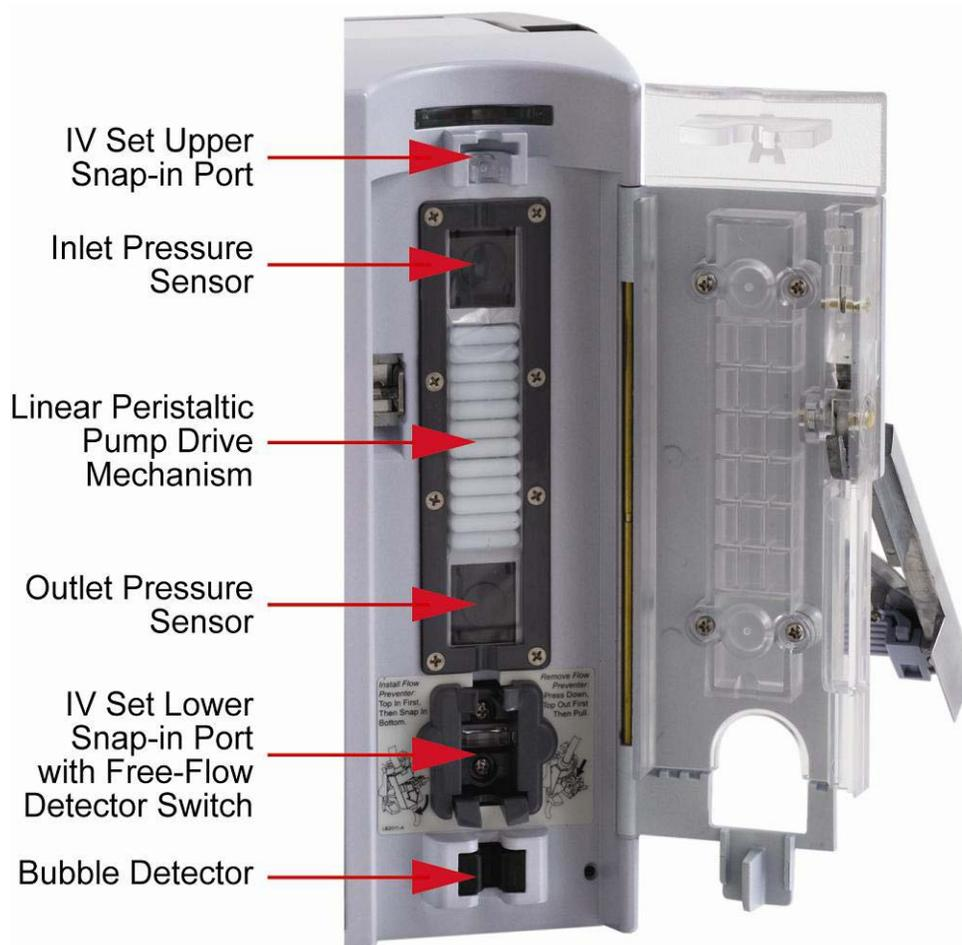

Figura 1-2. Porta del dispositivo di azionamento della pompa aperta
1.1.2 Meccanismo di azionamento della pompa. Vedere la Figura 1-2 per individuare la posizione dei componenti principali del meccanismo di azionamento della pompa del sistema di infusione.